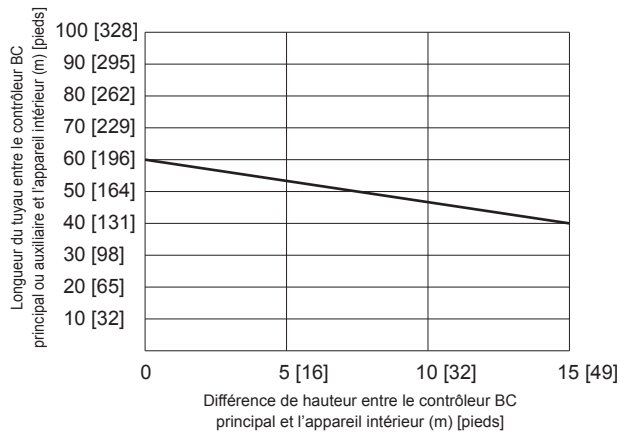

Fig.1
*3 Lorsque la longueur de tuyauterie ou la différence de hauteur dépasse la limite indiquée dans la Fig. 1, connectez n contrôleur BC auxiliaire au circuit. La limite d'un circuit avec un contrôleur BC auxiliaire est indiquée dans la Fig. 2.
Lorsque vous utilisez le modèle P54 ou un modèle plus grand d'appareils intérieurs, la limite indiquée dans la Fig. 1 ne peut être dépassée.
*2 Reportez-vous à la Fig. 1. (Néanmoins lorsque le modèle d'appareil intérieur P72 ou P96 est connecté, la distance maximale admissible entre le contrôleur BC et l'appareil intérieur le plus éloigné est de 40 m).
***3** Lorsque la longueur de tuyauterie ou la différence de hauteur dépasse la limite indiquée dans la Fig. 1, connectez un contrôleur BC auxiliaire au circuit. La limite d'un circuit avec un contrôleur BC auxiliaire est indiquée dans la Fig. 2.